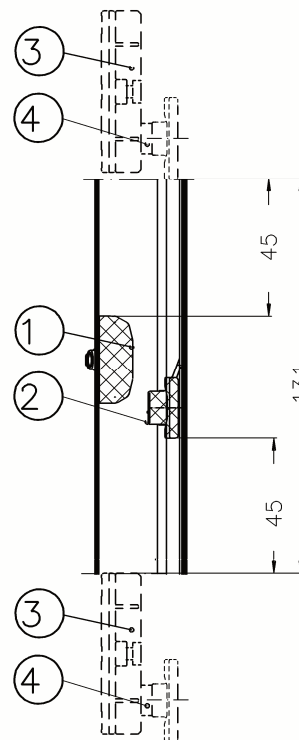

Bild 4. Platzbedarf im Fenster
Riegelstange wird nach den Beschlageinbau-Zeichnungen auf Länge gestanzt. Beachten Sie den Abstand des Magnetschalter (1) und Magnet (2) zu den Beschlageilen (3) und (4). (Bild 4)